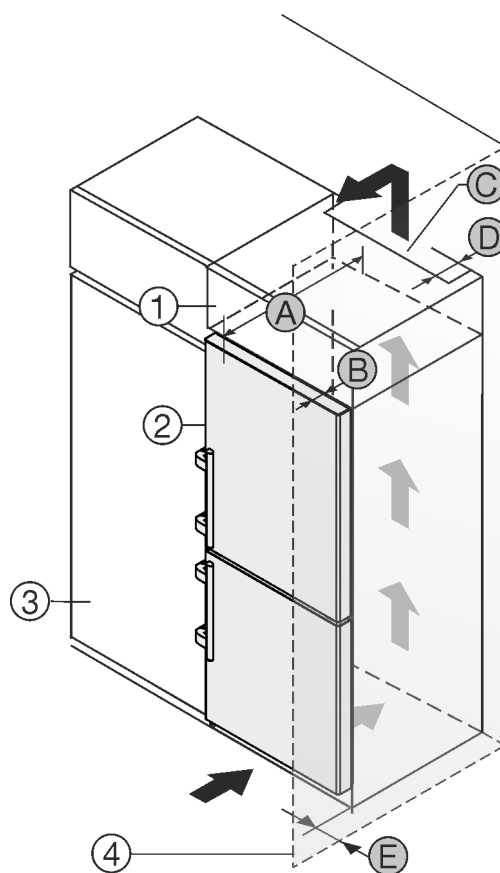

Fig. 26
Aparatul poate fi refăcut cu dulapuri de bucătărie. Pentru a aduce aparatul Fig. 26 (2) la același nivel cu mobilierul de bucătărie, se poate monta deasupra aparatului un dulap suspendat Fig. 26 (1).
Aparatul poate fi amplasat direct lângă dulapul de bucătărie Fig. 26 (3). Pentru a putea deschide complet ușa, aparatul trebuie să fie proeminent cu cel puțin adâncimea Fig. 26 (B) față de suprafața frontală a dulapului de bucătărie. În funcție de adâncimea dulapurilor de bucătărie și utilizarea distanțierelor de perete, aparatul poate ieși mai mult în afară.
- În partea din spate a dulapului suspendat trebuie să existe o fantă de aerisire cu grosimea Fig. 26 (D) pe toată lățimea dulapului suspendat.
- Sub tavanul încăperii trebuie să fie respectată secțiunea de ventilație Fig. 26 (C).
Atunci când aparatul este montat cu balamalele lângă un perete Fig. 26 (4), trebuie să fie păstrată distanța Fig. 26 (E) între aparat și perete. Această valoare corespunde proeminenței mânerului cu ușa deschisă.